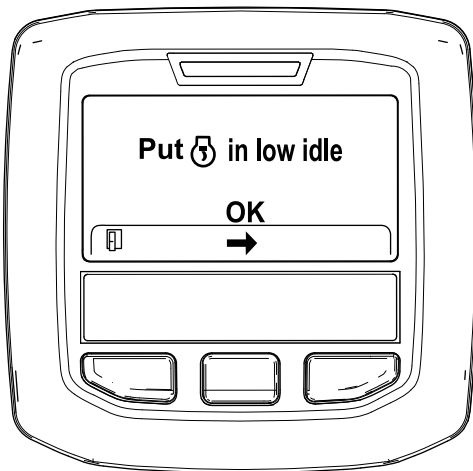

Figura 36
6. Spostate il comando dell'acceleratore in posizione di MINIMA INFERIORE e premete il pulsante centrale (Figura 36).